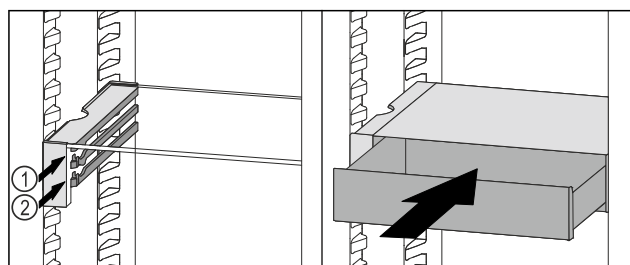

Fig. 70
- ▶ Установите выдвижной ящик VarioSafe за стопоры на требуемый выступ Fig. 70 (1) или Fig. 70 (2).